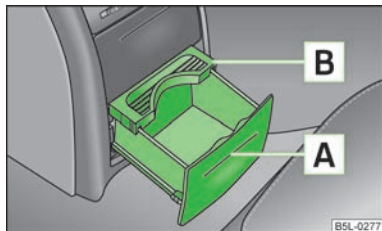

Fig. 65
- Presionar el paramento en la zona **A** » fig. 65 - el soporte de bebidas saldrá hacia fuera.